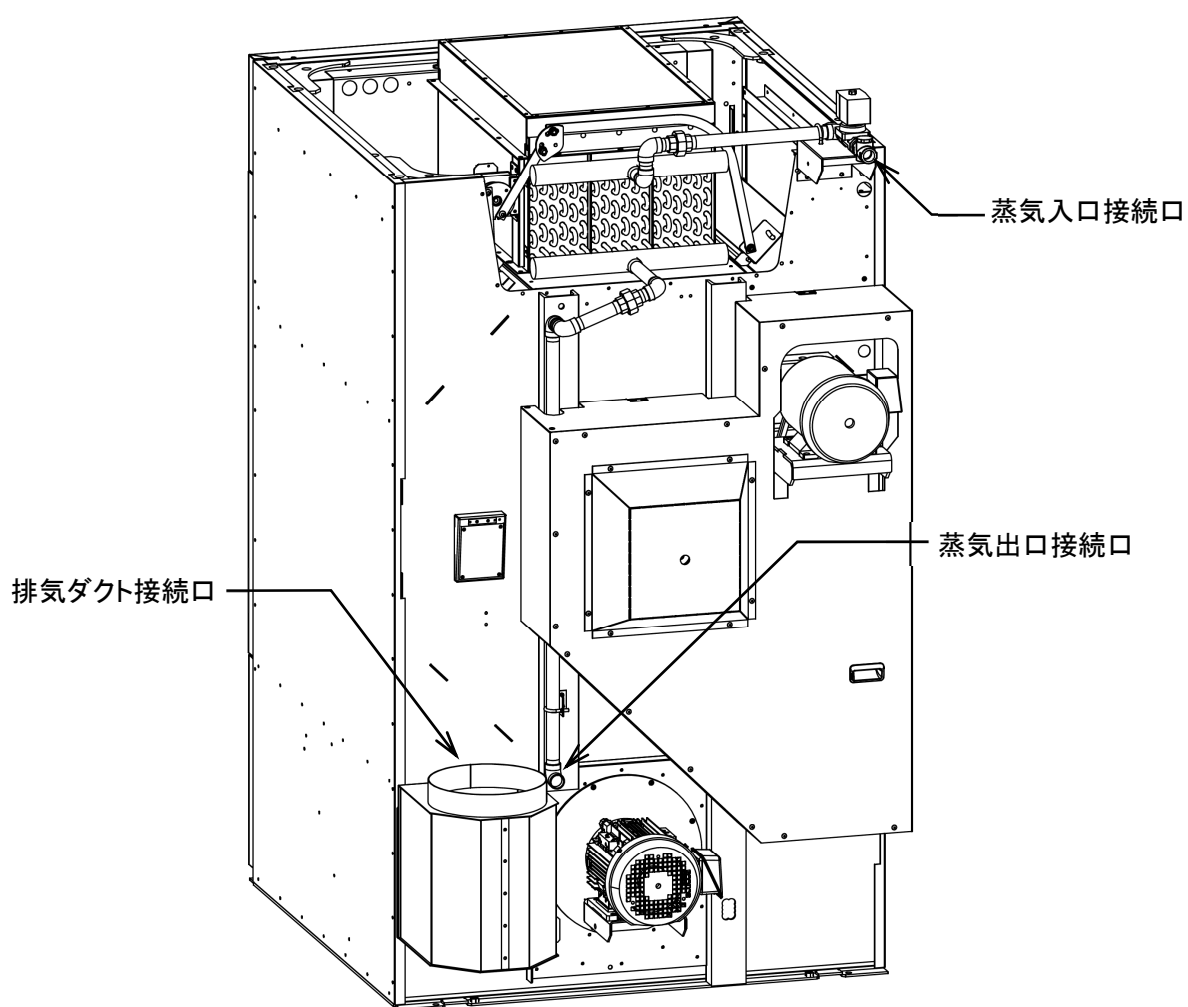

図 5-1
- ・ 蒸気入口接続口及び蒸気出口接続口に配管を接続します。(図 5-1)
- ・ 排気ダクト接続口にダクトを接続します。外形は $\phi 248\text{mm}$ です。(図 5-1)